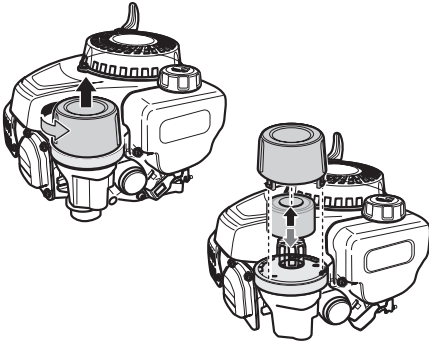
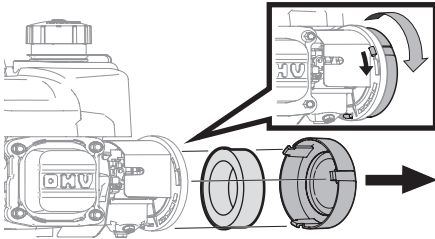

Figura 11
Figura 12
1. Gire la cubierta del filtro de aire en sentido contrario a las agujas del reloj y eleve (79cc y 132cc, Figura 11) o aleje de la base del filtro (140cc, Figura 12).